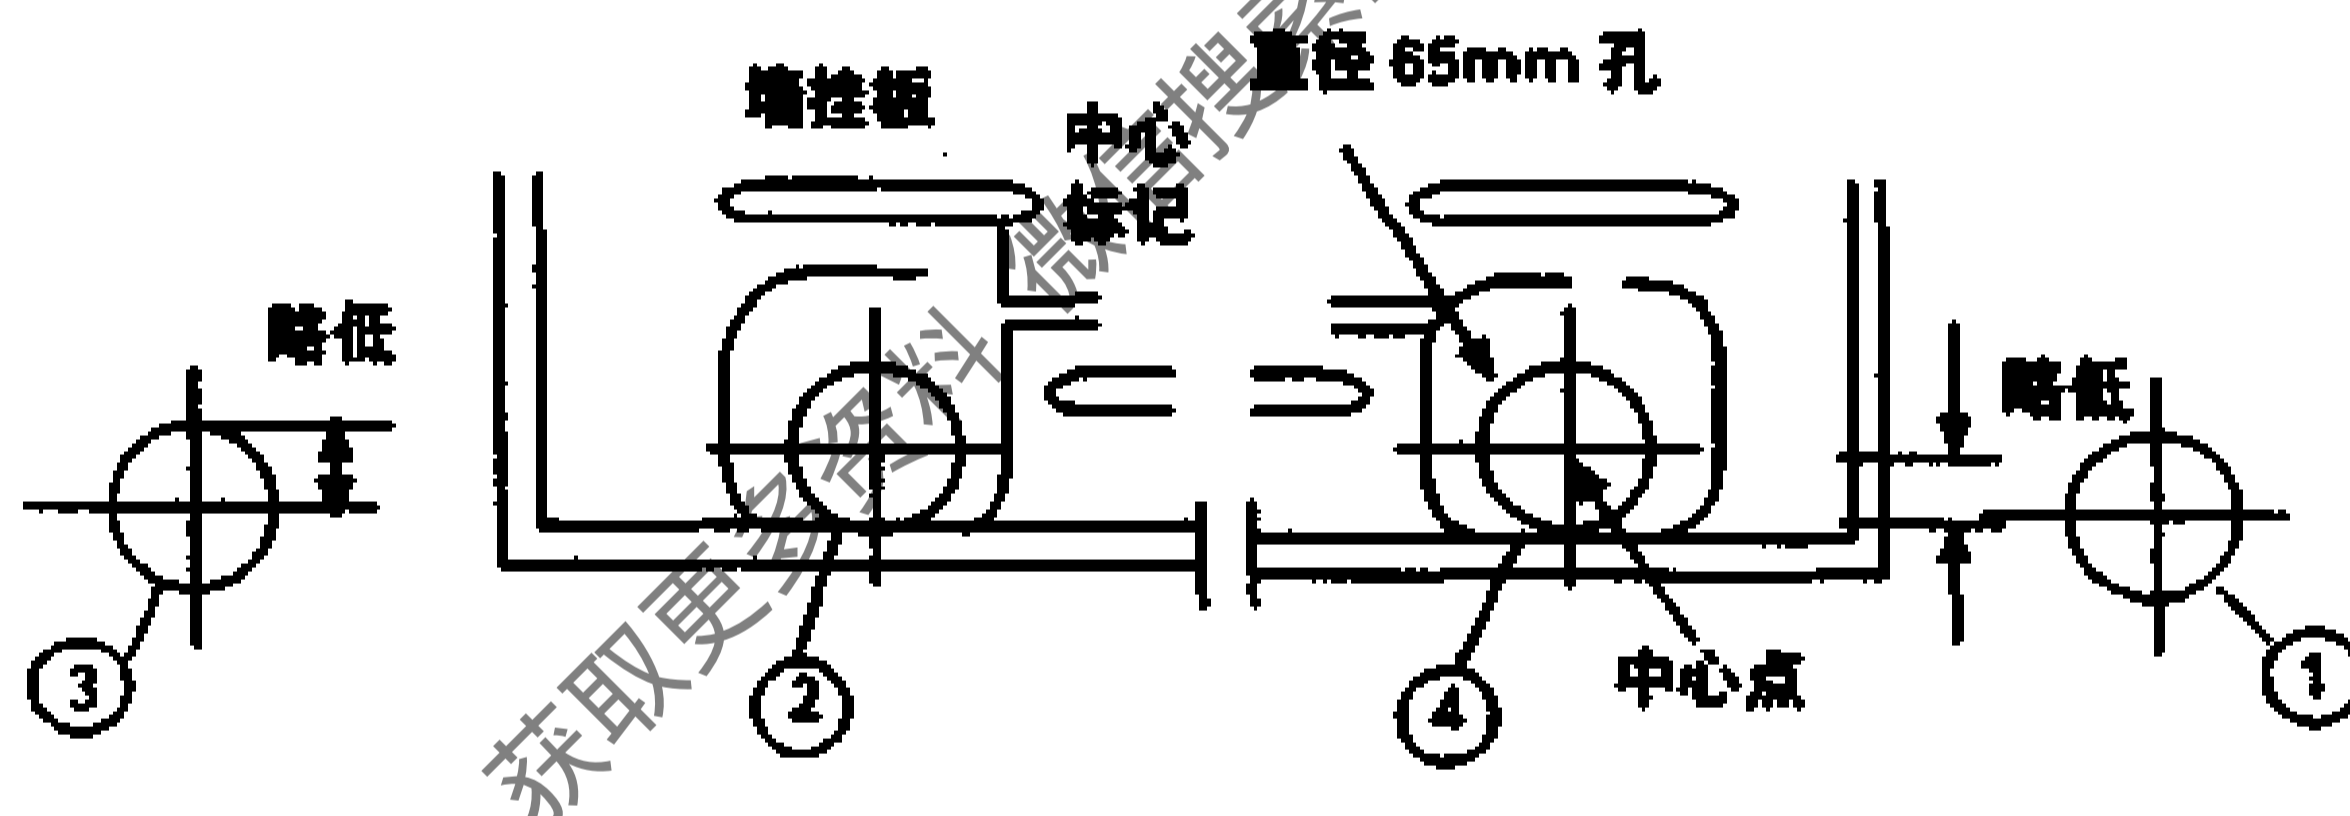

图 17-1-8
墙上打孔，连接管道线路其做法可按图 17-1-8 所示的位置，先打一个直径 64 毫米的孔，然后再在墙壁挂板中心标记 (▽) 处，打出一孔，以便安装右后管或左后管。室内机组的管路安装时，孔①或孔③要开得略低些，一般为 5~10 毫米以方便冷凝水流出。